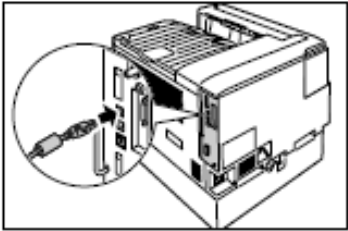

图 2-65 USB 连接
① USB 连接。
- b. 将 USB 电缆插入打印机上的接口连接器，如图 2-65 所示。